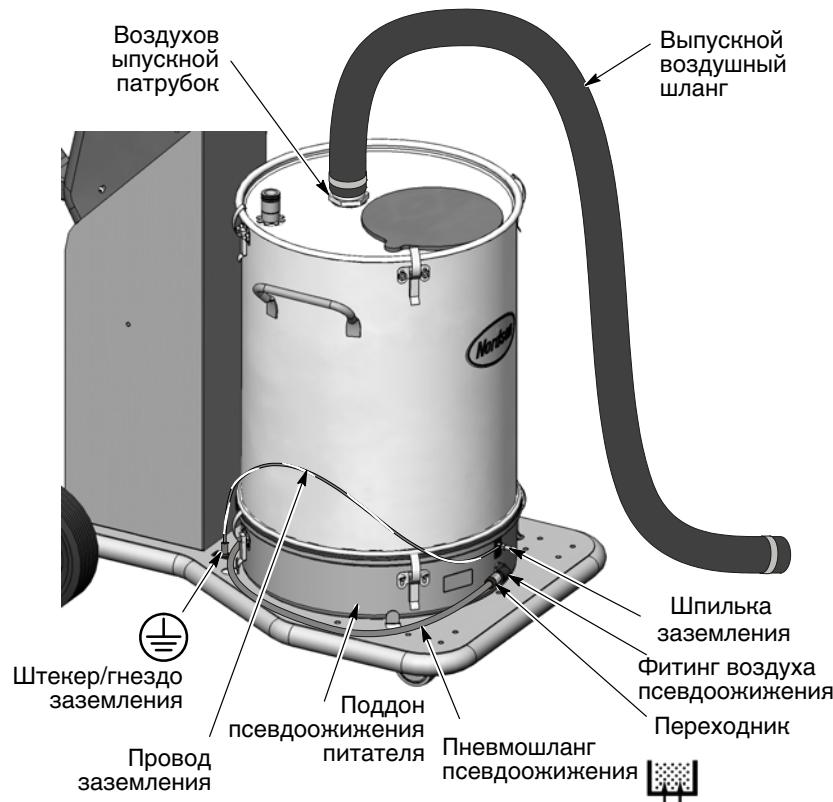

Рис. 3-7 Установка питателя на тележке передвижной системы
- См. рис. 3-7. Освободить застежки крышки питателя, снять выпускной воздушный шланг и его хомуты.
Присоединить воздуховыпускной шланг из комплекта поставки питателя к крышке питателя, как показано на рис. 3-7. Проложить воздуховыпускной шланг к выпускному ниппелю камеры или модуля коллектора.